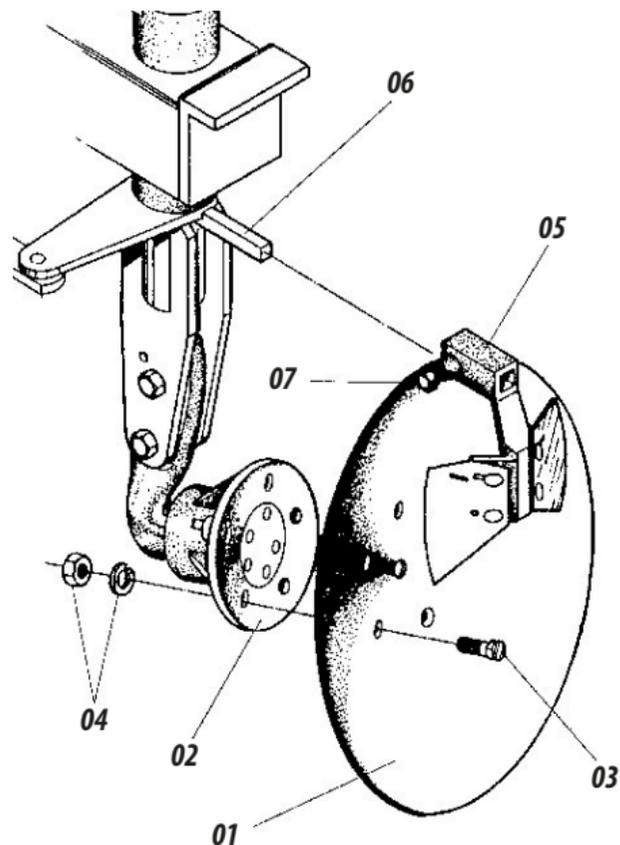

FIGURA 3
- Fixar os discos item 1 *figura 3*, nos cubos item 2 através dos parafusos item 3, porca e arruela item 4.
- Introduza os limpadores item 5 no suporte item 6, fixando-os através dos para fusos, porcas e pinos do arado.